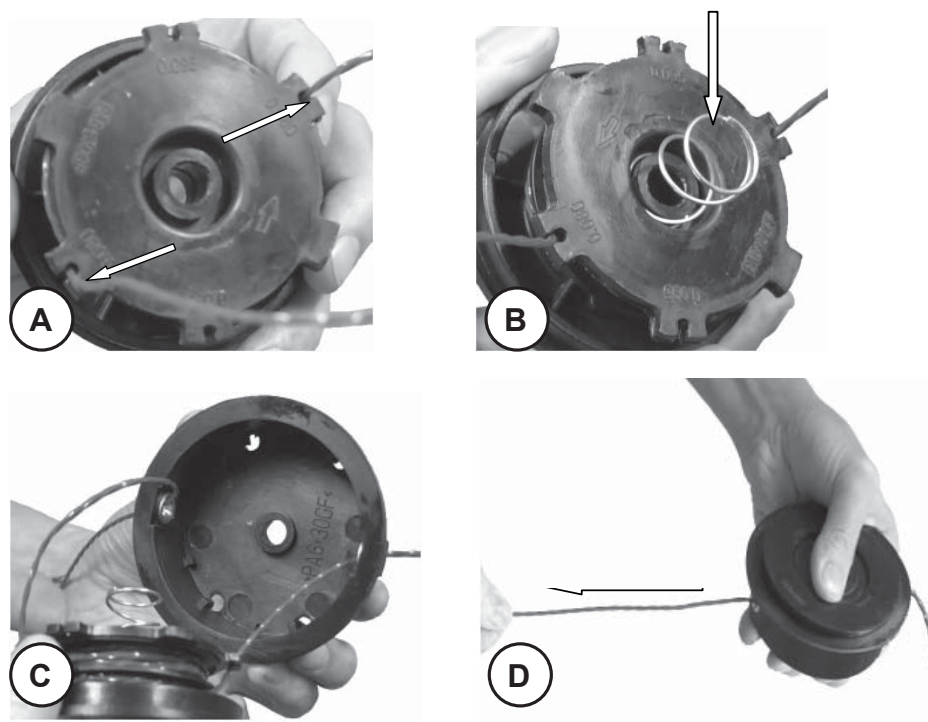

Рис.7
4. Закрепите корд в разъемах на катушке (Рис.6D, Рис.7А)
6. Вставьте концы лески в отверстия на корпусе катушке и установите катушку в корпус(Рис.7С)